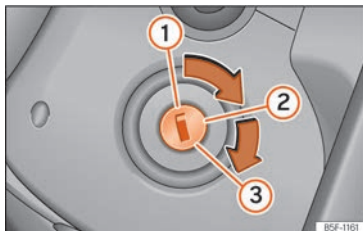

Abb. 208 Positionen des Zündschlüssels
Positionen des Schlüssels »» Abb. 208
- Drehen Sie den Zündschlüssel in Stellung »» **Abb. 208** . Dieselfahrzeuge werden vorgeglüht .
- Drehen Sie den Zündschlüssel weiter in die Stellung »» **Abb. 208**  ohne Gas zu geben.
- *Fahrzeuge mit Zündschloss:* Drehen Sie den Zündschlüssel in Stellung »» **Abb. 208** ①.